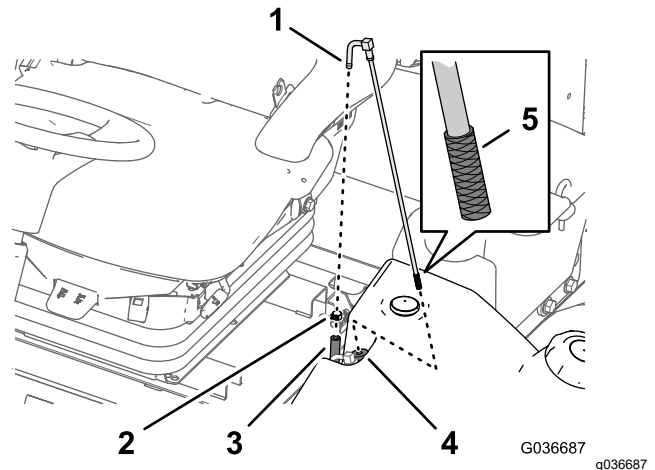

Bild 51
1. Entfernen Sie die Schlauchklemme, mit der der Kraftstoffzulaufschlauch am Anschlussstück des Kraftstoffansaugschlauchs befestigt ist (**Bild 51**).
2. Schließen Sie den Schlauch vom Anschlussstück ab (**Bild 51**).
3. Nehmen Sie den Kraftstoffansaugschlauch vom Kraftstofftank ab (**Bild 51**).
4. Reinigen Sie das Sieb am Ende des Kraftstoffansaugschlauchs (**Bild 51**).
5. Stecken Sie den Kraftstoffansaugschlauch durch die Gummibüchse in den Kraftstofftank (**Bild 51**).